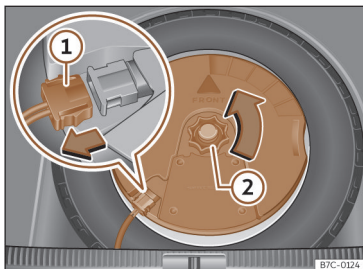

Fig. 231 En el maletero: desmontar el subwoofer.
- Desconecte el cable del altavoz subwoofer >>> **fig. 231** ①.
- Gire la ruedecilla de fijación en sentido contrario a las agujas del reloj >>> **fig. 231** ②.